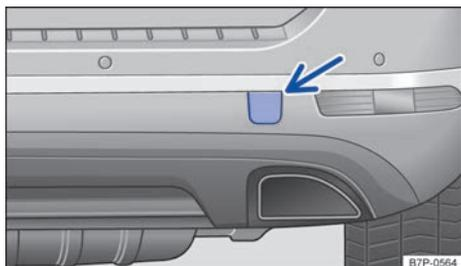

Fig. 237 En el lado derecho del paragolpes trasero: tapa del alojamiento de la argolla de remolque.
El alojamiento de la argolla de remolque enroscable se encuentra en el lado derecho del paragolpes trasero detrás de una tapa → fig. 237. En los *vehículos con dispositivo de remolque montado de fábrica*, detrás de la tapa no hay ningún alojamiento para la argolla de remolque enroscable. En este caso hay que extraer o montar el enganche de bola y utilizarlo para el remolcado → pág. 278 → ⓘ.
- Presione sobre la zona inferior de la tapa → fig. 237 (flecha) para desencastar esta.